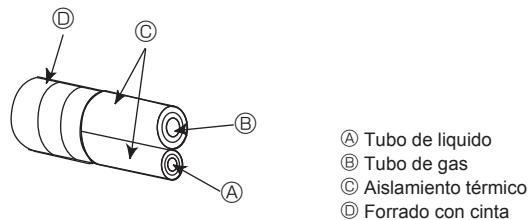
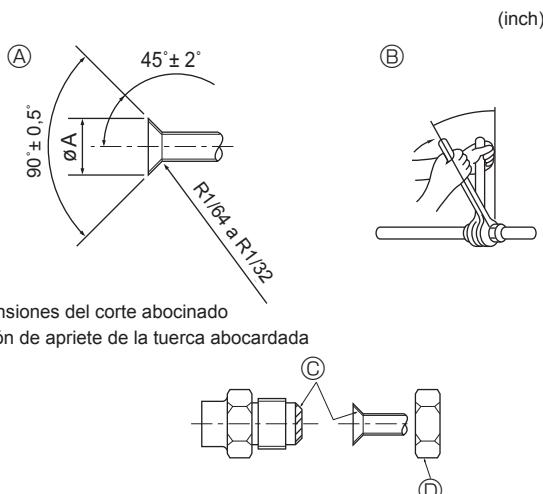

Fig. 4-1
Fig. 4-2
④ (Fig. 4-1)
⑤ (Fig. 4-1)
4.2. Tubos de conexión (Fig. 4-1) (Fig. 4-2)
Si se utilizan tubos de cobre convencionales, aíslle los tubos de gas y líquido separadamente con materiales aislantes (resistente al calor hasta 100 °C, 212 °F o más, espesor de 12 mm 1/2 inch o más). (Fig. 4-1)
[Fig. 4-2]